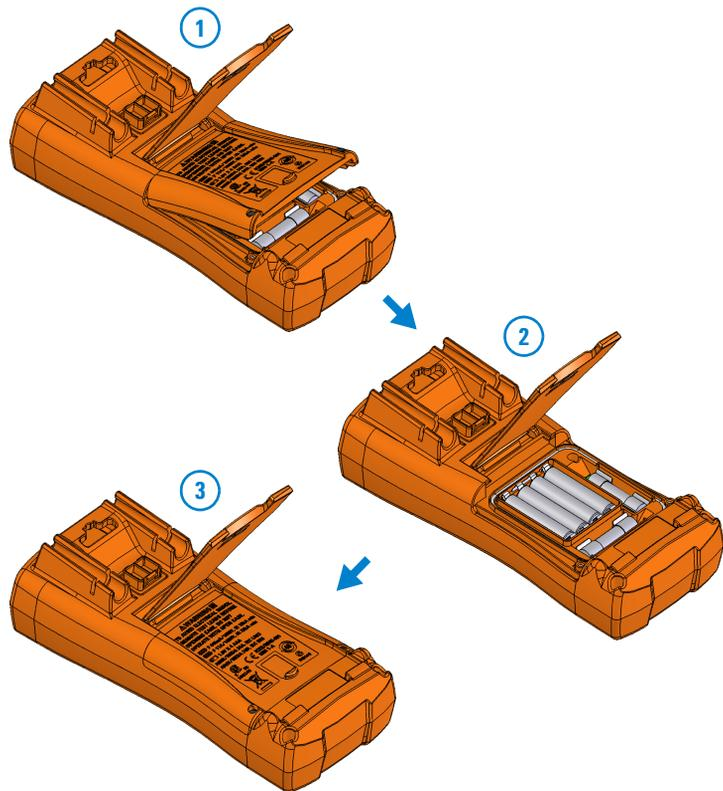

Figure 1-1 Installation des piles
- 1 Ouvrez le compartiment des piles.** Soulevez le socle inclinable, desserrez les vis à l'aide d'un tournevis cruciforme approprié, puis retirez le capot, comme indiqué à la **Figure 1-1**.